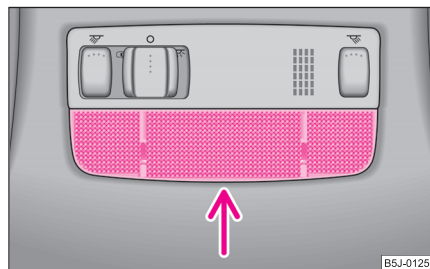

Fig. 189 Déposer l'éclairage intérieur
- Enlevez le diffuseur (voir flèche) du boîtier par le bas ⇒ fig. 189.